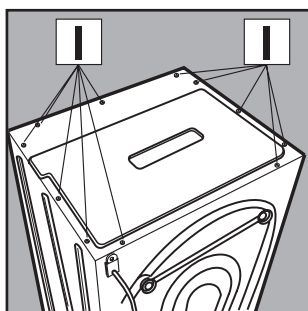

Fig. 13
2. Togli la copertura svitando le viti **I** [fig. 13].